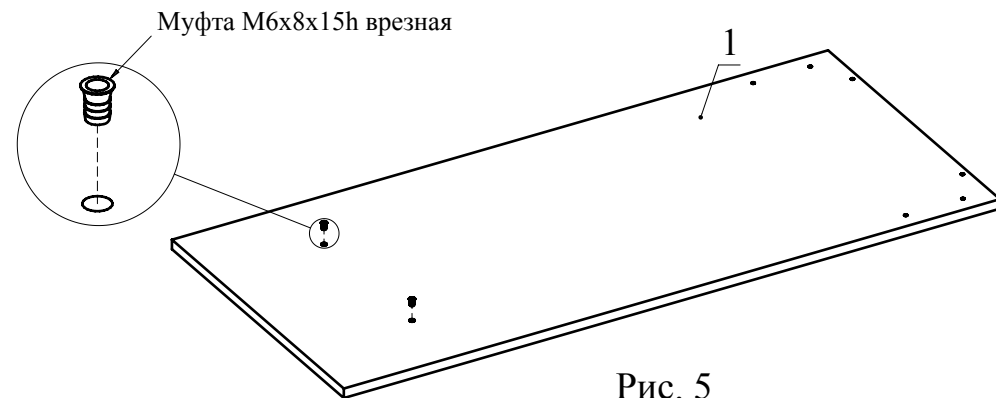

Рис. 5
4. Вкрутите муфты врезные в деталь 1 (Рис. 5).